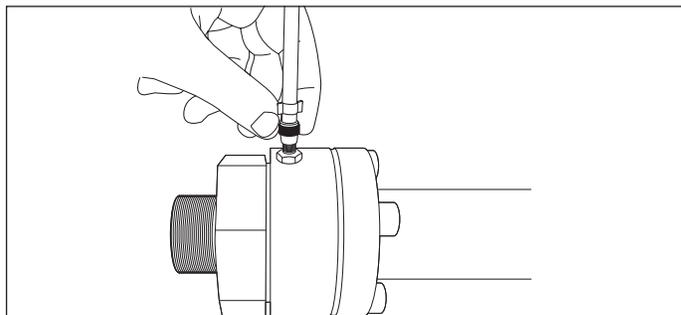

Figura 20-11
7. Conecte la manguera de la cámara del sensor de combustible al acoplamiento del tubo DoubleTrac®. (Figura 20-11)